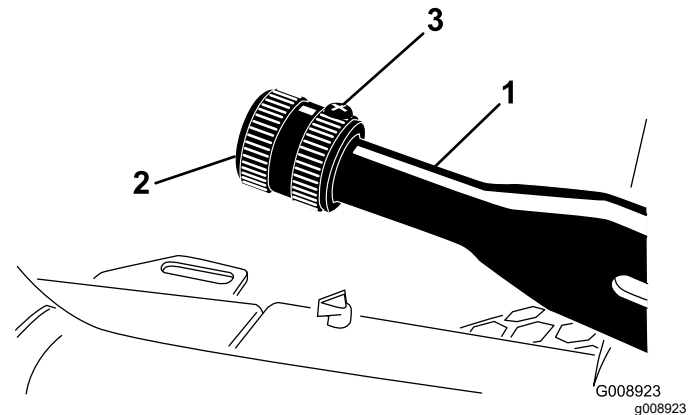

図 63
2. ブレーキレバーに調整ノブを固定している固定ねじをゆるめる 図 63。